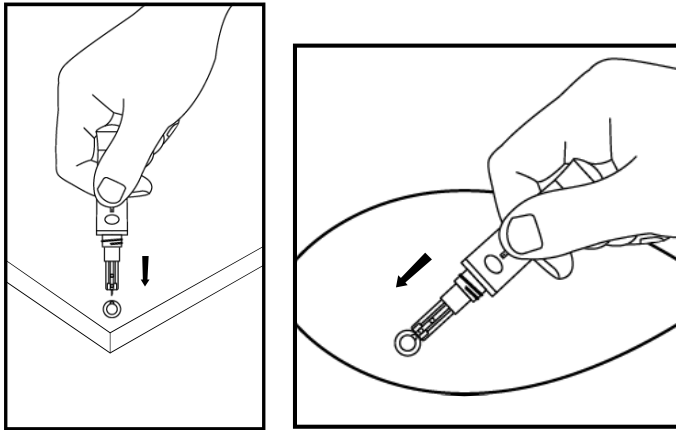

Abb. 30
Schritt 10: Lösen Sie die Abdeckung der Stechhilfe. Legen Sie die Sicherheitslasche der Lanzette auf eine harte Oberfläche und führen Sie die Lanzettennadel vorsichtig in die Sicherheitslasche ein. Drücken Sie die Auslösetaste, um sicherzustellen, dass sich die Lanzette in der ausgefahrenen Position befindet. Schieben Sie die Auslösetaste nach vorne, um die gebrauchte Lanzette auszuwerfen. Setzen Sie die Abdeckung der Stechhilfe wieder auf die Stechhilfe. (Siehe Abb. 30)